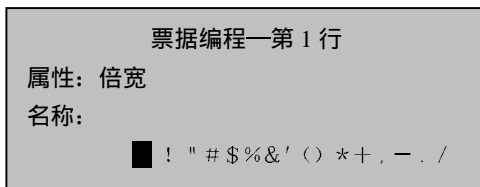

图 3-10
- 3) 运用选择定位操作，确认第 1 行收据属性为“倍宽”，如图 3-10 所示；